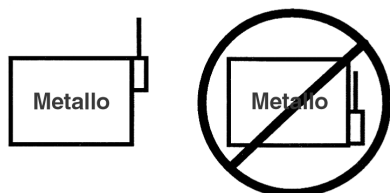

Figura 2: Fissaggio sul o vicino al metallo
- ❑ Evitate l'installazione in aree in cui è presente molto metallo o molti collegamenti elettrici, come ad es. forni o uffici CED. Se ciò non è possibile fissate il modulo sul o vicino al metallo in modo che l'antenna si estenda sopra la superficie metallica, come mostrato in Figura 2.